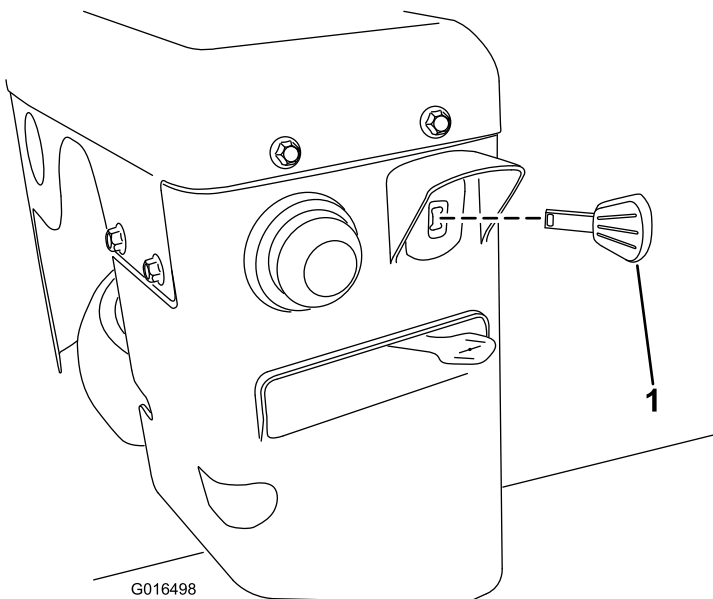

Рисунок 25
3. Вставьте ключ зажигания в замок до упора в (Рисунок 25).